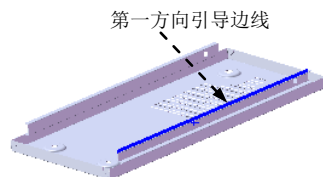

图 17.9.58 阵列引导边线
(3) 定义阵列参数。单击 **方向1** 区域中 后文本框, 选取图 17.9.58 所示的边线为第一方向引导边线。在 文本框中输入数值 80.0; 在 文本框中输入数值 5。
(4) 单击 按钮, 完成阵列 (线性) 1 的创建。